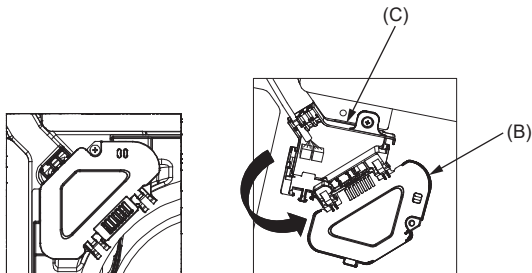

Fig. 7-9
- (3) Avlägsna en skruv som håller anslutningsdosans lock och öppna locket. (Fig. 7-9)
- (4) Placera kontakten för anslutningskabeln i anslutningsdosan.
- (5) Montera kabelskyddet och anslutningsdosans lock.